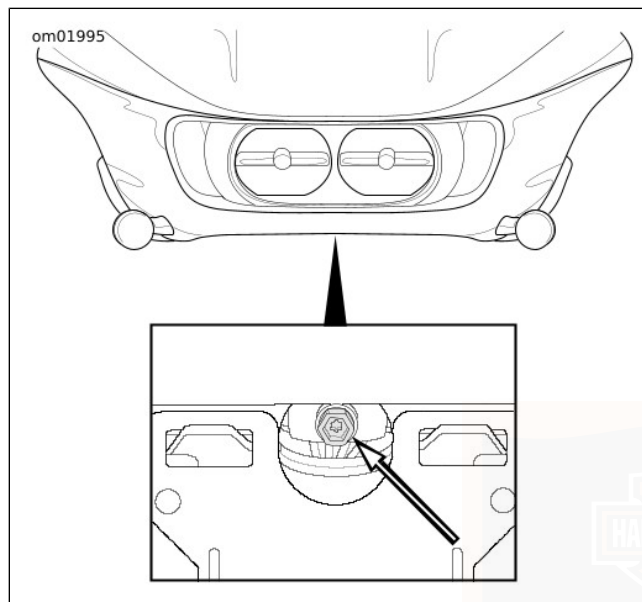

Figura 92. Registro del faro anteriore: Carenatura montata sul telaio
3. **Modelli con carenatura montata sul telaio:** Vedere Figura 92.